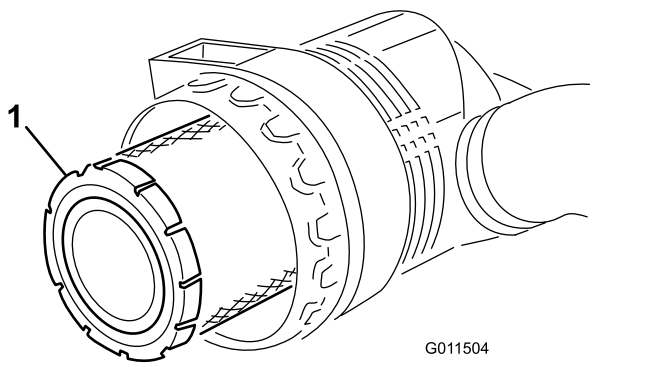

Bild 74
5. Entfernen und wechseln Sie den Hauptfilter aus (Bild 74).